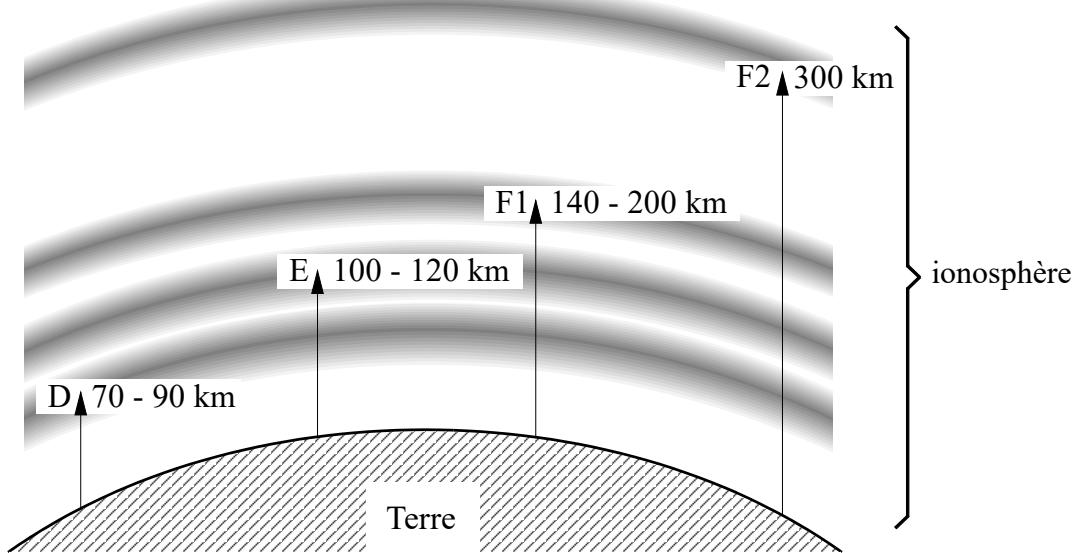

Figure 8.10 Représentation et dénomination des différentes couches de l'ionosphère.
- 8.10 *** La *Figure 8.10* ci-dessous montre les différentes couches de l'ionosphère ainsi que leur hauteur approximative. Les couches F1 et F2 se combinent la nuit en une seule couche F.